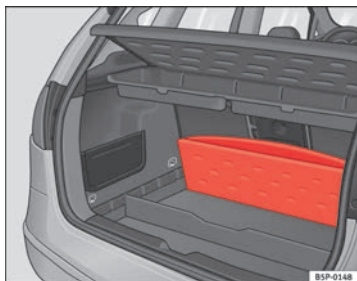

Abb. 106 Klappbarer Gepäckraumboden
- Den Gepäckraumboden anheben und vollständig nach hinten klappen ⇒ Abb. 106.